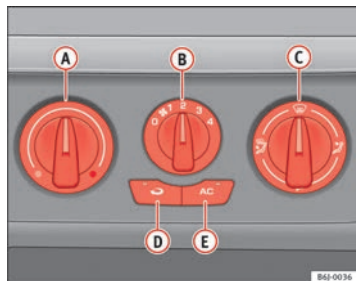

Abb. 95 In der Instrumententafel: Bedienelemente Klimaanlage
- Schalten Sie die Klimaanlage mit der Taste ⇒ Abb. 95 **[AC]** aus (die Kontrollleuchte in der Taste erlischt).
Im Umluftbetrieb ⇒ Abb. 95  (in der Taste leuchtet eine Kontrollleuchte auf) wird verhindert, dass starke Umweltgerüche in das Fahrzeuginnere gelangen können, die beispielsweise beim Durchfahren eines Tunnels oder in einem Stau auftreten können.